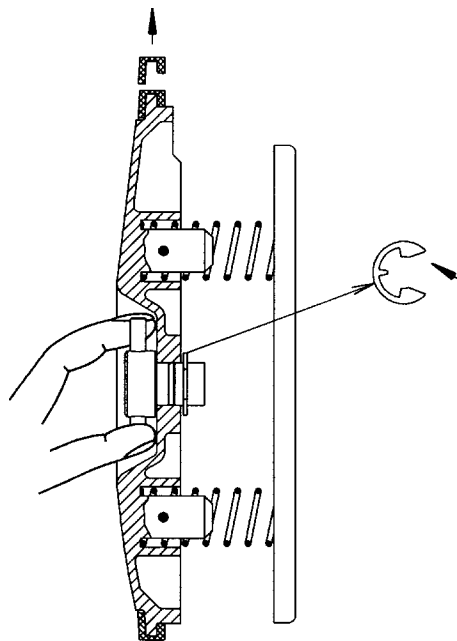

Abb. 10
- Knebelverschluß des Deckels demontieren, Knebel und Dichtsitz im Deckel reinigen; dazu Seegerring abnehmen (Abb. 10), O-Ring ggf. austauschen, reinigen und fetten